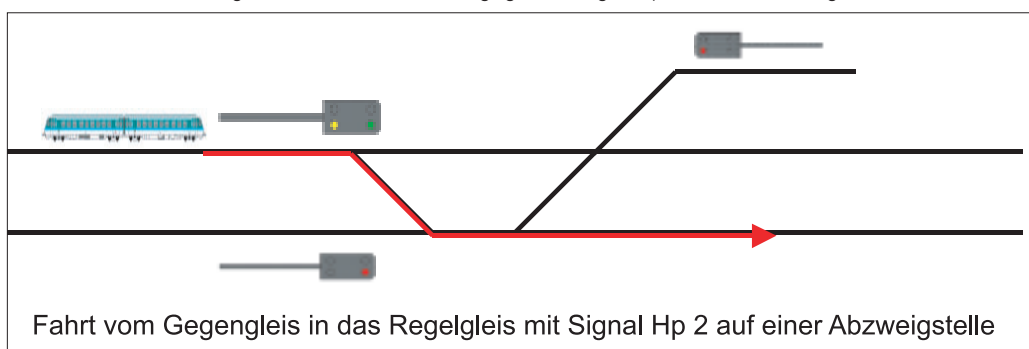

Abbildung 17: Weiterfahrt auf dem Regelgleis mit Signal Hp 2 auf einer Abzweigstelle.
- Soll auf einer Abzweigstelle auf dem Regelgleis weitergefahren werden, wird dem Triebfahrzeugführer an einem sich links neben oder über dem Gegengleis befindlichen Blocksignal ein Hauptsignalfahrtbegriff angezeigt (Abbildung 17).